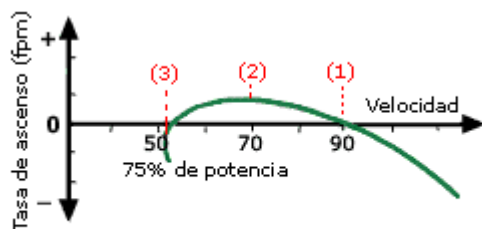

Fig.1.10.6 - Efecto secundario de tirar de "cuernos".
En la fig.1.10.6 tenemos un ejemplo de este efecto secundario. Volamos a 90 nudos con la potencia puesta al 75% (1) y tiramos de "cuernos"; el efecto primario consiste en reducir la velocidad, por ejemplo hasta 70 nudos, y elevarse un poco (2); como los nuevos parámetros son más eficientes el avión entrará en ascenso con una tasa constante. Volvemos a tirar de "cuernos"; de nuevo la velocidad decrece, por ejemplo hasta 53 nudos, y ascendemos unos pies, pero ahora los nuevos parámetros son menos eficientes y el avión entrará en un descenso constante (3).